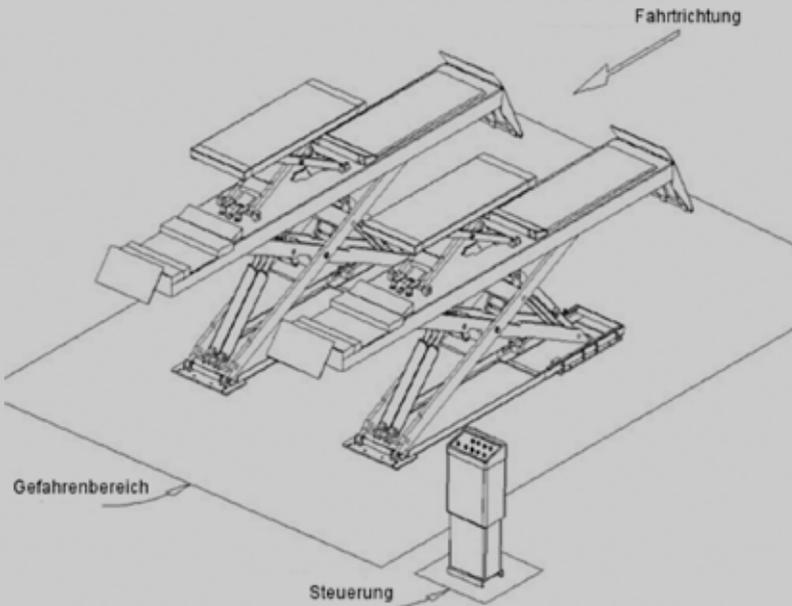

Abbildung 7
- Halten Sie sich beim Anheben von Fahrzeugen nicht im Gefahrenbereich auf. (Abbildung 7)
⚠ Während des Hub- und Absenkbetriebs müssen alle Personen den Gefahrenbereich verlassen. Während des Hub- und Absenkbetriebs dürfen keine Personen unterhalb der beweglichen Teile der Hebebühne arbeiten *Abbildung 7*.